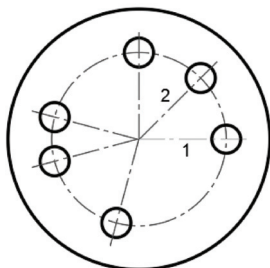

图 8-29 原始图形
- 1 打开“连续标注即学即练.dwg”文件,已有的原始图形如图 8-29 所示。